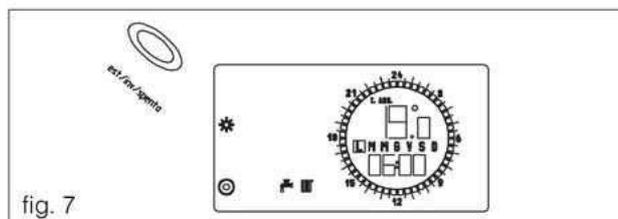

fig. 7
- Premere il tasto "est/inv/spento" fino a posizionare il comando in modo  (inverno) (fig. 7)